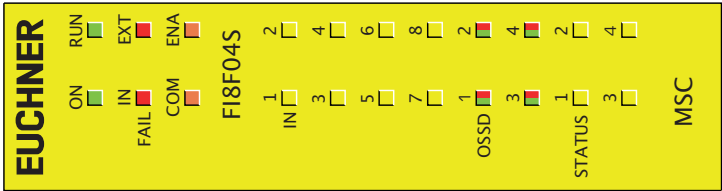

Bild 34:
8.4.4. Modul FI8FO4S (Bild 34)